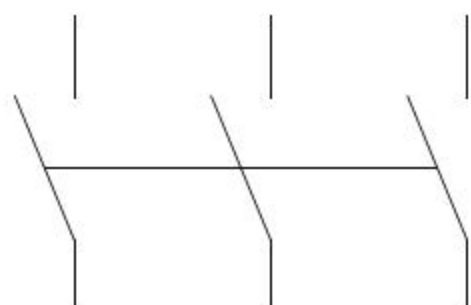

图8-88 绘制线段
- 09 调用L【直线】命令，单击左侧斜线的中点为直线的起点，单击右侧斜线的中点为直线的终点，绘制连接直线的结果如图8-88所示。